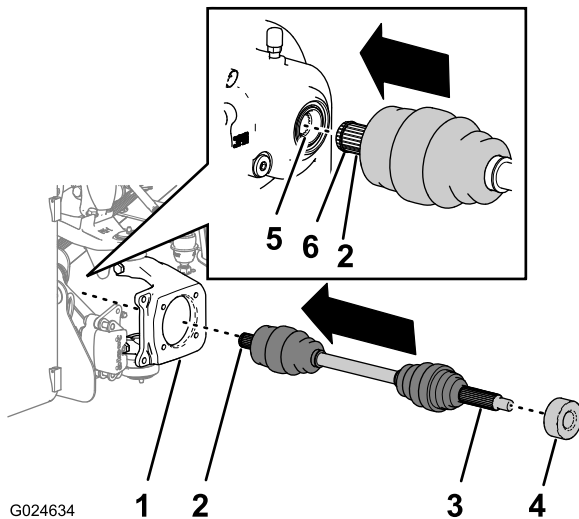

Figura 32
1. Limpie las acanaladuras de cada extremo de los dos ejes delanteros (Figura 32).
3. Introduzca el extremo interior de la mangueta a través del taladro de 87,3 mm de diámetro del pivote de dirección (Figura 32).
4. Alinee las acanaladuras del extremo interior de la mangueta con las acanaladuras del alojamiento del diferencial, y mueva la mangueta hacia dentro hasta que quede bien asentada en el alojamiento del diferencial (Figura 32).
5. Deslice el espaciador sobre el extremo exterior de la mangueta y coloque el espaciador sobre la porción interior de las acanaladuras largas (Figura 32).